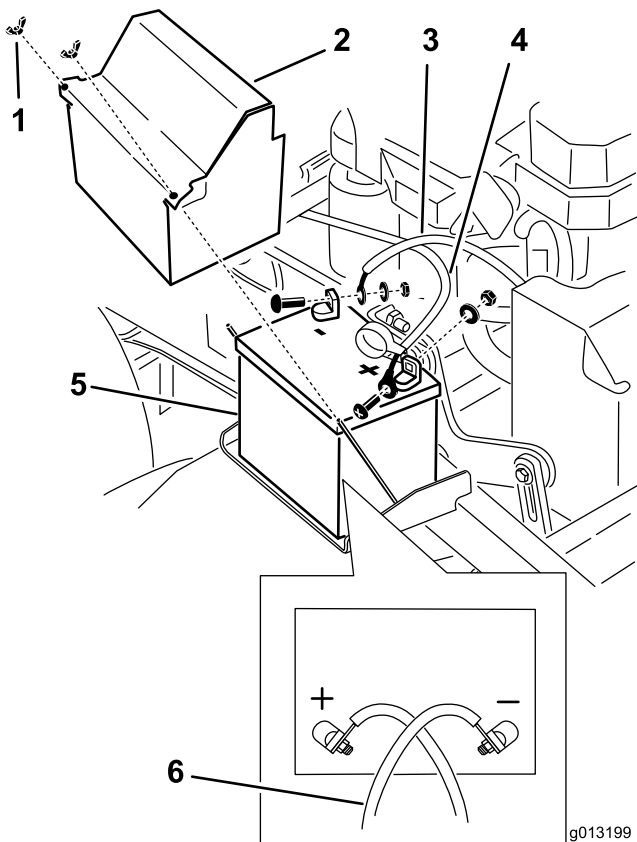

Figura 52
3. Scollegate il cavo negativo della batteria dal morsetto negativo (-) della batteria (Figura 52).
5. Togliete il cavo positivo (rosso) della batteria (Figura 52).
6. Togliete il dispositivo di fissaggio della batteria e rimuovete la batteria (Figura 52).
1. Montate la batteria sulla macchina (Figura 52).
3. Montate il cavo positivo (rosso) della batteria sul morsetto positivo (+) della batteria con un dado, una rondella e un bullone.(Figura 52).
5. Montate il cavo negativo della batteria e il filo di messa a terra sul morsetto negativo (-) della batteria con un dado, una rondella e un bullone (Figura 52).
**Nota:** Se correttamente installati, i cavi della batteria si incrociano l'uno sopra l'altro (Figura 52).